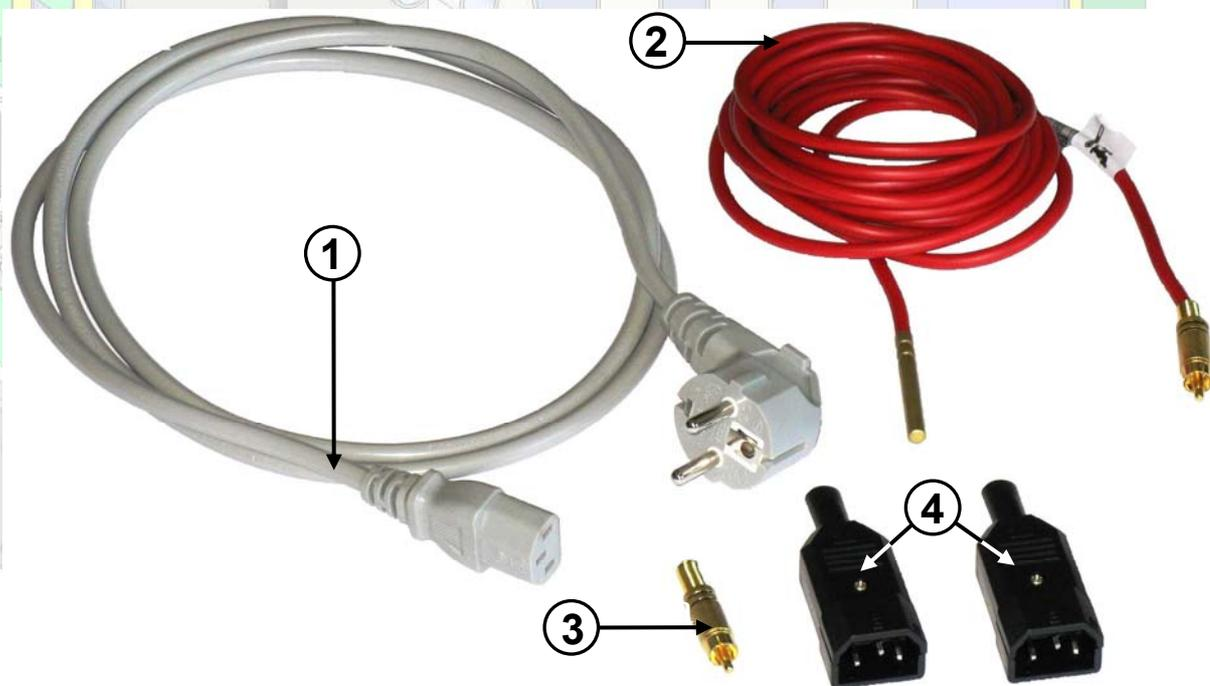
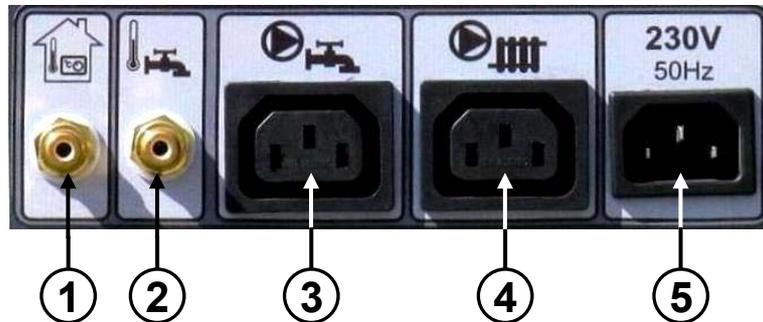

Рис.4. Дополнительные аксессуары.
Рис.5. Присоединительные гнезда – контроллера.
Остальные части, которые служат для подключения усилителя, а также оборудования, работающих с регулятором видны на рис.4.
Рис. 5 показывает боковую стенку контроллера, в которую вмонтированы присоединительные гнезда:
Подключение котла к сети электроснабжения сводится к размещению одного конца провода (рис.①4) к гнезду обозначенному 230V~ 50Hz находящегося на корпусе контроллера (рис.5) .⑤ Второй, законченный вилкой вложить в розетку сети электроснабжения.
Циркуляционный насос ц.о. подключить к гнезду (рис.④5) проводом с разрезом не меньше чем $3 \times 0,75 \text{ мм}^2$. Провод насоса следует закончить компьютерным штекером (рис.4). ④
Насос П.Г.В. подключить к гнезду (рис.5)③проводом с разрезом не меньше чем $3 \times 0,75 \text{ мм}^2$. При подключении провод насоса нужно закончить компьютерным штекером(рис.4).④Температурный датчик нужно подключить к выходу на ② корпусе контроллера(рис.5).
Комнатный термостат подключается к ①гнезду(рис. 5) заканчивая провод ③штекером RCA (рис.4) присоединенным к котлу. Способ работы контроллера при взаимодействии с комнатным термостатом описан в инструкции регулятора PLUM ecoMAX 200.